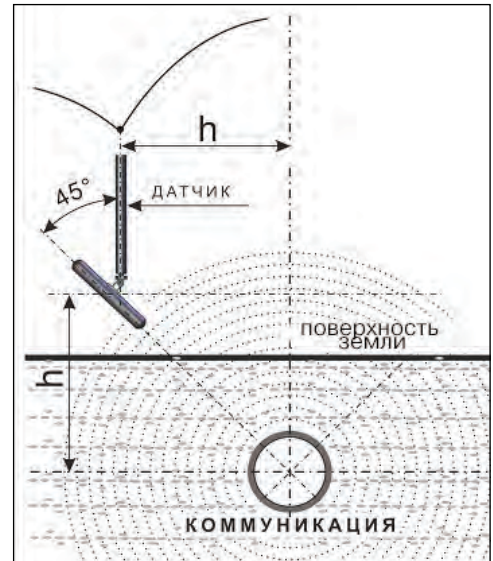

Рис.5.1
2. При положении датчика ЭМД перпендикулярно трассе и под углом 45° к поверхности земли минимум сигнала наблюдается на удалении от точки «над трассой», равном глубине залегания коммуникации, когда ось антенны пересекает ось трассы. Это - косвенный метод измерения глубины залегания коммуникации (рис. 5.1).